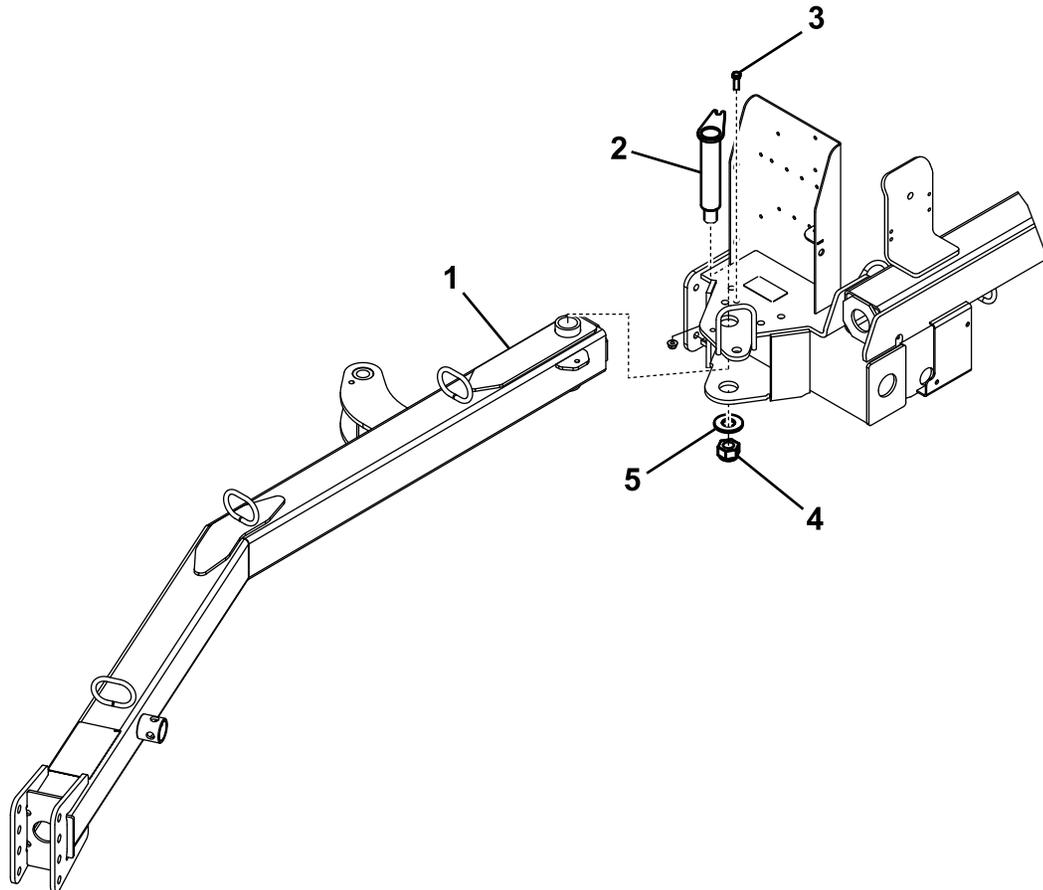

図3
1. ヒッチトングの後端部をスイーパの取り付けプレートの中に入れ、取り付け穴を整列させる図3。
2. 取り付けプレートとヒッチトングにヒッチピンを通す図3。
3. ヒッチピンの上部を取り付けプレートに固定するボルト3/8 x 1-1/4 インチとロックナット3/8 インチを使用する図3。
4. ヒッチピンの下部を固定する大きいワッシャ、大きいナット、角頭の固定ねじを使う図3。